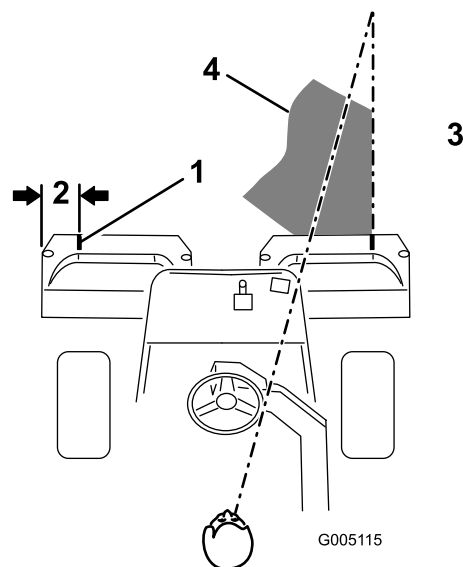
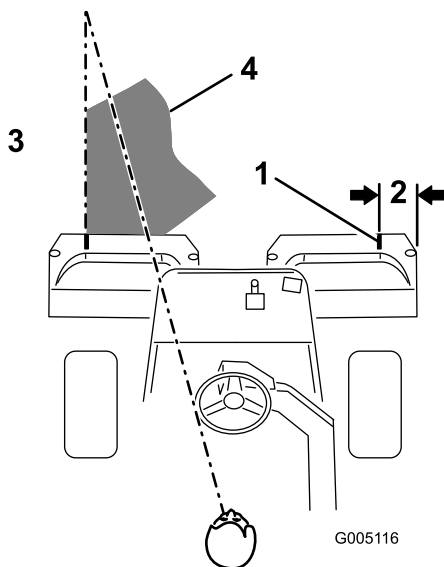

図 33
図 34
2. その位置に白色テープか白ペンキで集草箱の縁と平行に目印を入れる（図 33）。
3. 行きと帰りでのオーバーラップができるだけ小さくなるように運転します。隣の列との距離を一定に保って直進するには、本機の前方約2～3mを視野に捕らえておくのがポイントです(図 33および図 34)。ハンドルを目印にして距離を合わせても良いでしょう。その場合、ハンドルの縁と本機前方の目標ラインとを重ねて見ながら運転します(図 33および図 34)。